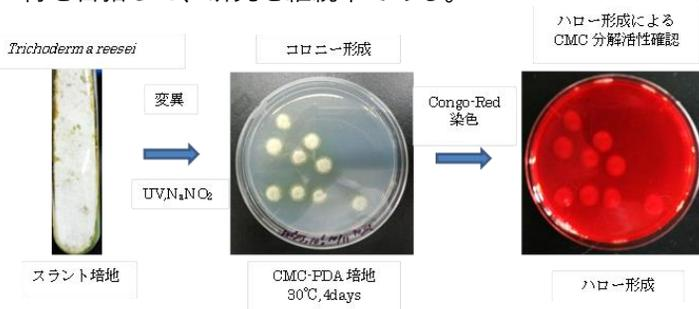
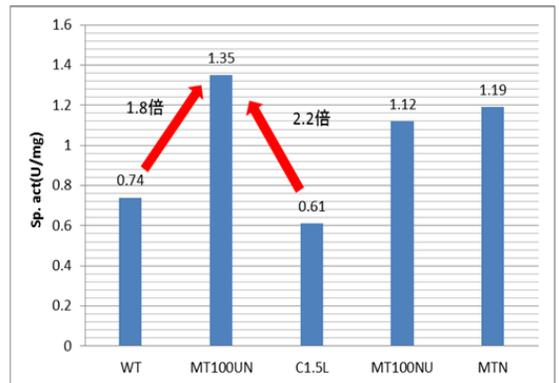

図1 *T. reesei* 変異処理によるセルラーゼ産生株の獲得
図2 セルラーゼの糖化比活性
- UV照射や亜硝酸浸漬及びその組み合わせによる変異処理をした菌体培養液を希釈培養し、変異株を取得した(図1)。各種の変異処理をした菌株は野生株と同等の粗酵素(主にセルラーゼ)産生能を示した。各種の変異株培養によって得られるセルラーゼの糖化能を調べるため、 α -セルロースを基質として30°Cで1時間、酵素による糖化を行い、産生セルラーゼの糖化比活性を求めた(図2)。